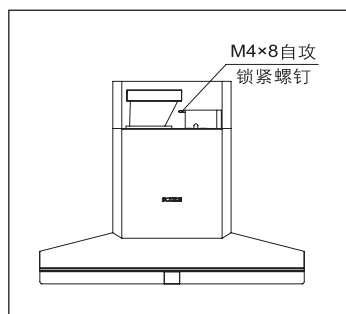

图 4
11. 两个人一起把油烟机挂在主机挂钩上，用水平尺保持整机水平。按 (图 4) 示意，用一颗 M4*8 的螺钉把油烟机和主机挂钩固定好。